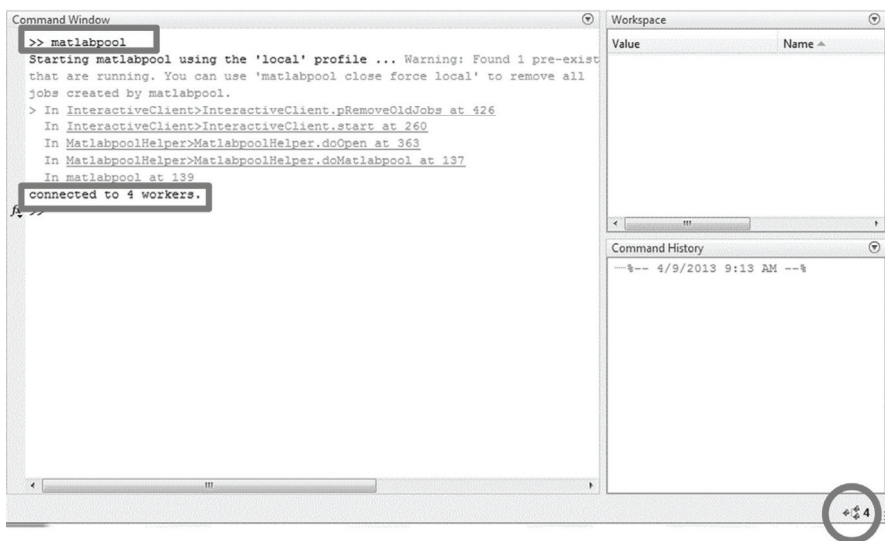
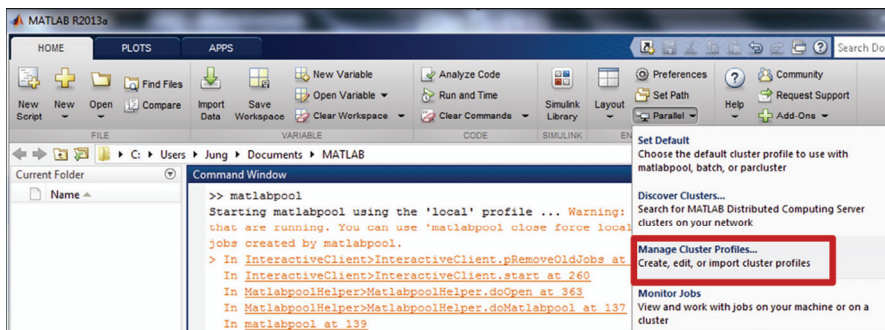
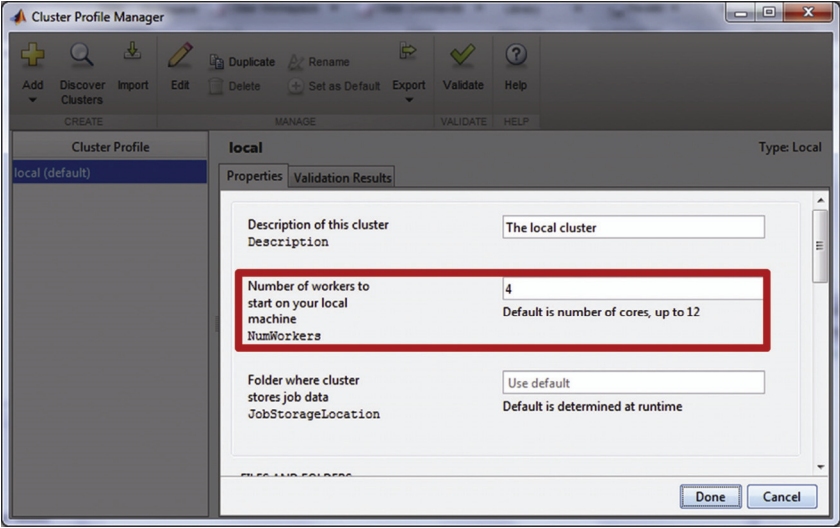

图 5.3 用 `matlabpool` 指令准备可用的 worker
图 5.4 进入 `Parallel` 菜单里的 `Manage Cluster Profiles...` 来更改默认的 worker 数目
图 5.5 要修改默认 worker 数目，可在 Cluster Profile Manager 窗口中设置
每个 CPU 内核都具有独立的 MATLAB 会话，称之为“worker”①。当前的 MATLAB 版本（2013a），一台计算机可以最多拥有 12 个 worker，并且默认 worker 数目由计算机可用内核的数目确定。为了将主 MATLAB 的会话与每个 worker 各自的会话区分开，称主 MATLAB 会话为“客户端”。因此，任何主 MATLAB 会话在访问 worker 之前和之后均是客户端。对于并行处理，我们应通过指令 `matlabpool` 准备可用的 worker，如图 5.3 所示。
在图 5.3 中，执行命令 `matlabpool` 后，能从 MATLAB 指令窗口中的 `connected to 4 workers` 和右下角显示的数字 4，确定默认的 worker 数目。可以通过图 5.4 和图 5.5 所示的 `Manage Cluster Profile` 菜单，来更改默认的 worker 数目。